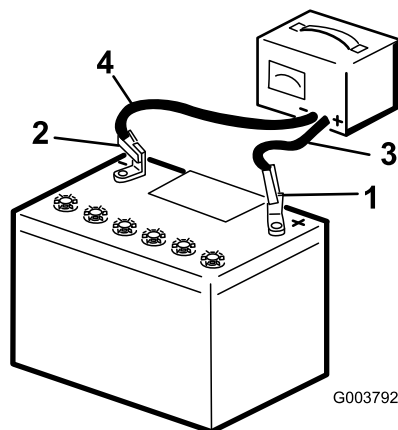

Figura 44
3. Collegate il cavo di ricarica positivo al polo positivo della batteria (Figura 44).
4. Collegate il cavo di ricarica negativo al polo negativo della batteria (Figura 44).
6. Quando la batteria è completamente carica, staccate il caricabatterie dalla presa elettrica e scollegate i cavi di ricarica dai poli della batteria (Figura 44).